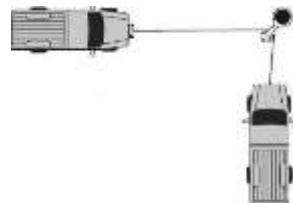

fig. 7
9. Si l'objet doit être treuillé à un angle, utilisez une poulie (non comprise) et un point d'ancrage directement devant le treuil (fig. 7).